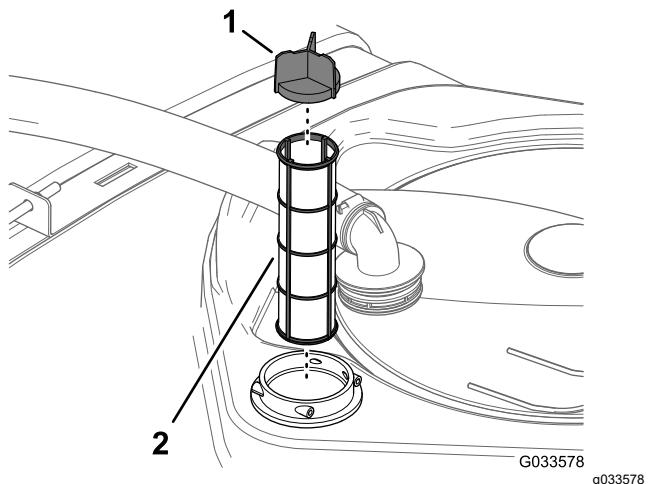

Figure 52
4. Sortez la crêpine d'aspiration du logement du filtre dans la cuve (Figure 52).